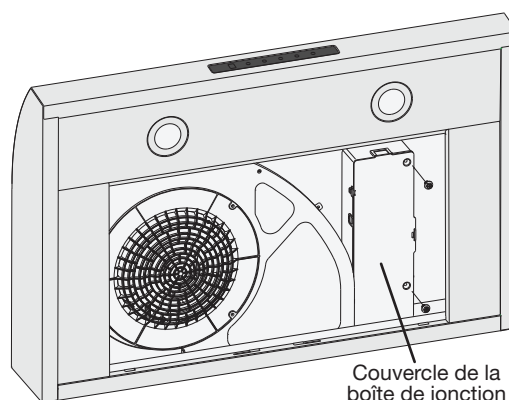
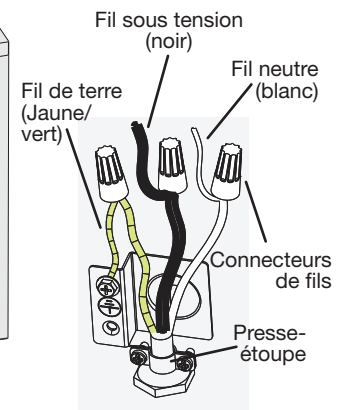

Figure 2
Figure 3
- Desserrer deux vis de la boîte de jonction et retirez le couvercle (Figure 2). Raccorder le câble au câblage de la hotte à l'aide des connecteurs fournis. Brancher le NOIR au NOIR, le BLANC au BLANC, puis le VERT ou le FIL NU à la vis VERTE de mise à la terre. NE PAS OUBLIER DE RACCORDER LE FIL DE MISE À LA TERRE (Figure 3).